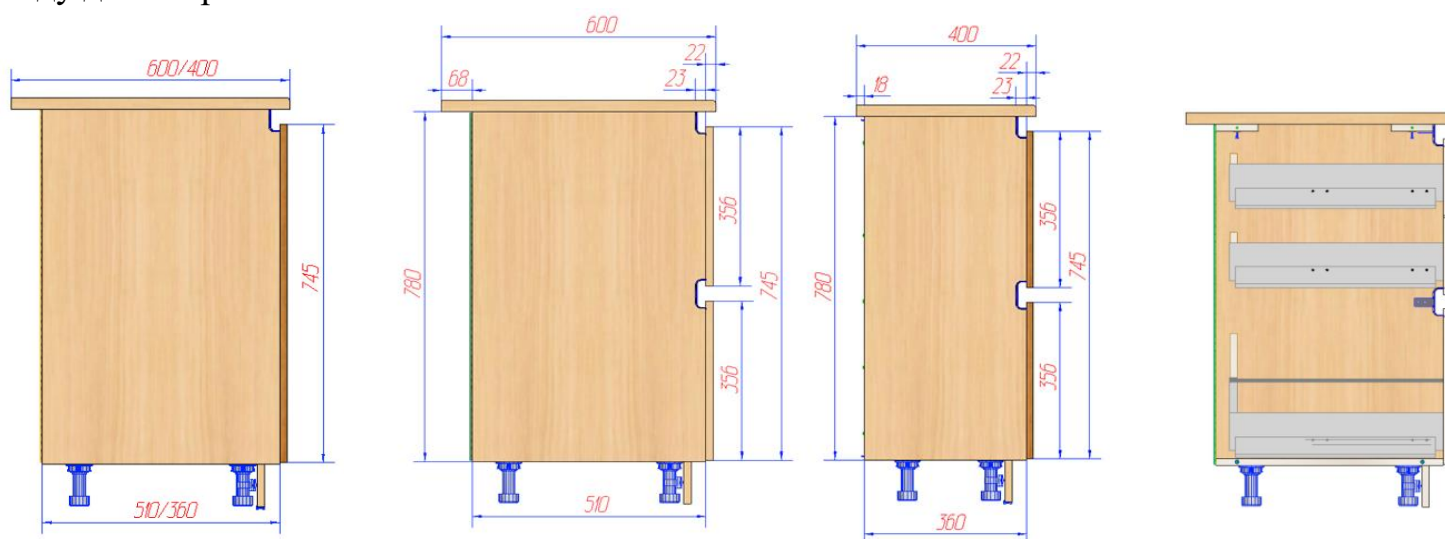

Рис.1 Габариты столов (вид сбоку).
В верхней части каркаса столов по лицевому торцу боковых панелей каркаса выполнены технологические вырезы для установки алюминиевого (L) профиля «ГОЛА», обеспечивающего доступ за край фасада — для его открывания. Аналогичный вырез выполнен в средней части каркаса для установки алюминиевого (С) профиля «ГОЛА» — для моделей в основном с ящиками (см. рис.1). На столах «НН» свес передней лицевой кромки столешницы (600, 400) относительно каркаса = 22 мм, ориентировочно на уровень фасада максимального по толщине - ЛДСП 22 мм. Беспрепятственный доступ к фасаду для открывания.